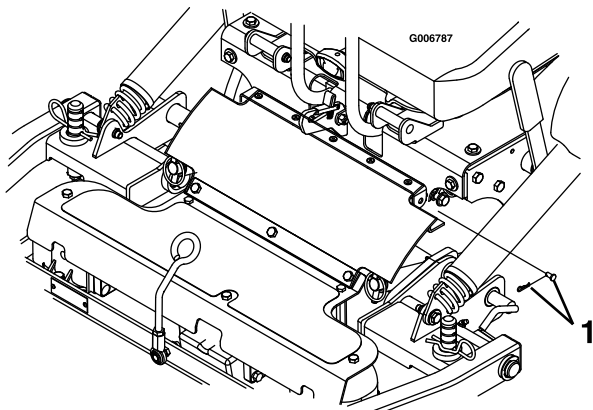

Figure 70
7. Retirez la goupille fendue et l'axe de chape des deux côtés de la protection de PDF (Figure 70).
6. Alignez la partie supérieure de la protection de PDF en caoutchouc sur les pattes à l'avant de la console et fixez-la en position de chaque côté avec un axe de chape et une goupille fendue (Figure 70).